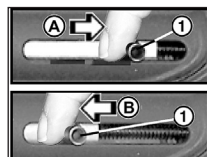

Figure 10: Levier d'armement
2. Mettez votre marqueur en position désarmée. Maintenez la Levier d'armement (n°1 sur la Figure 10) avec vos doigts (flèche A). Tout en maintenant la poignée, appuyez sur la détente pour permettre à la Levier d'armement d'avancer lentement (flèche B en Figure 10) ce qui désarmera le marqueur.